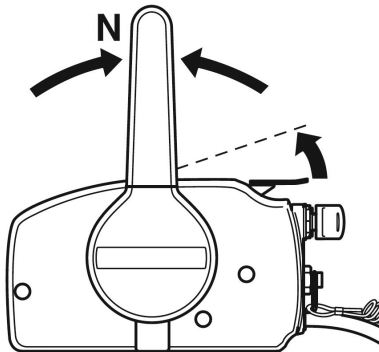

Рис. 30 Положение рычага
5. Установите рычаг управления в нейтральное положение (Рис. 30).
6. Установите рычаг управления дроссельной заслонкой в положение для запуска (Рис. 30). Поднимите рычаг до возникновения сопротивления, затем поднимите рычаг еще немного.